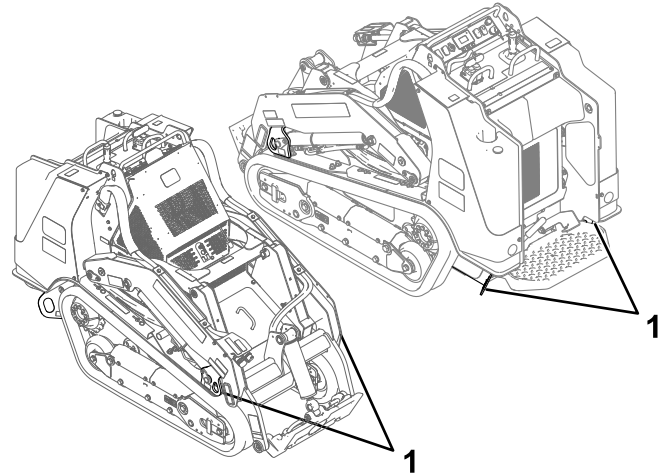

Bild 27
8. Befestigen Sie die Maschine mit den Metallbefestigungsschleifen und Riemen, Ketten, Kabel oder Seilen am Anhänger oder Pritschenwagen (**Bild 27**). Halten Sie die örtlichen Vorschriften für die Vergurtung ein.